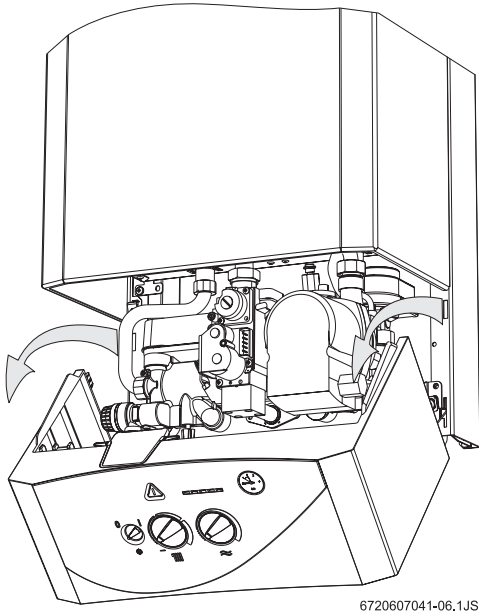

Fig. 2 Posição de serviço para ajuste do gás
- ▶ Desligar o interruptor principal (O) do aparelho.
- ▶ Baixar o painel de comandos para a posição de serviço (ver Fig. 2).